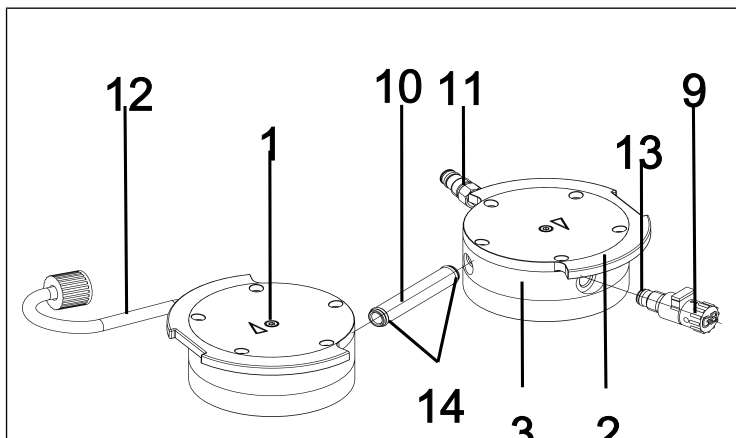

Fig. 15: Remplacement des joints toriques
2. Retirez le tuyau de raccordement (10/ Fig. 15) du couvercle (3).
- i** Les deux raccords de tuyaux (11) et (12) restent montés dans les couvercles.
3. Remplacez les deux joints toriques (14) sur le tuyau de raccordement (10/ Fig. 15).
6. Dévissez le lest d'air (**9**/Fig. 15) du couvercle (**3**).
7. Remplacez le joint torique (**13**) sur le lest d'air (**9**/Fig. 15).
8. Vissez le lest d'air (**9**/Fig. 15) jusqu'en butée dans le couvercle (**3**) correspondant. Tournez-le ensuite de nouveau dans le sens inverse jusqu'à ce que la surface soit alignée vers le haut.
7. Réintroduisez le tuyau de raccordement (**10**/Fig. 15) dans le couvercle (**3**).